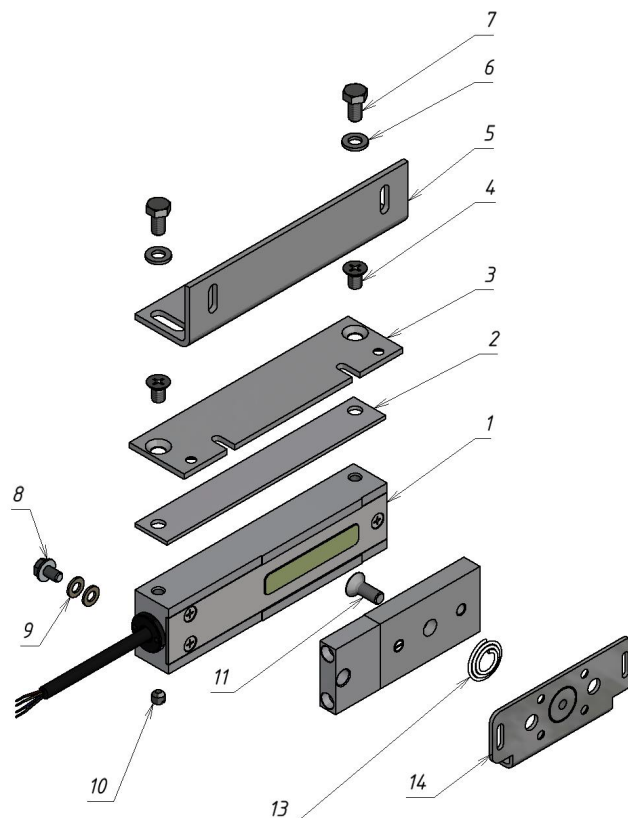
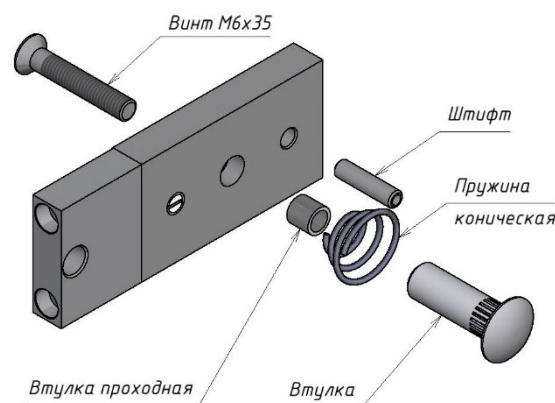

Рисунок 1 – Комплект поставки
Рисунок 2 - Комплект крепления якоря
4.1 В комплект поставки замка входят (рисунок 1):
- корпус М20 (1).....1 шт.
- планка узкая М20 (2).....1 шт.
- пластина М20 (3).....1 шт.
- винт М6х10 потайн. (4).....2 шт.
- угольник М20 (5).....1 шт.
- шайба 6 (6).....2 шт.
- болт М6х12 (7).....2 шт.
- винт заземления М5х8 (8).....1 шт.
- шайба 5 (латунь) (9).....2 шт.
- винт-заглушка М6х6 (10).....2 шт.
- винт М6х16 (потайн.) под ключ S4 (11).....1 шт.
- якорь М20 (12).....1 шт.
- пружина коническая (13) (из комплекта крепления якоря).....1 шт.
- кронштейн якоря М20 (14).....1 шт.
- комплект крепления якоря (рисунок 2).....1 шт.
Замок состоит из корпусной части и якорной части (рисунок 1). Для обеспечения эксплуатационных характеристик рабочие поверхности корпуса и якоря должны быть совмещены и плотно прилегать друг к другу при закрывании двери.
Корпус замка может крепиться при помощи угольника (5) или через монтажную пластину (3) (рисунок 1). Если позволяет конструкция места монтажа, допускается крепление непосредственно через крепежные отверстия в корпусе замка (резьба М6), длина винтов в этом случае определяется по месту, при этом в тело корпуса винты должны входить не более чем на 8мм.
- с помощью комплекта крепления якоря с отверстиями в двери для винта крепления якоря и фиксирующего штифта (рисунок 2);
- без отверстий в двери, с помощью монтажной пластины крепления якоря (12) (рисунок 1).